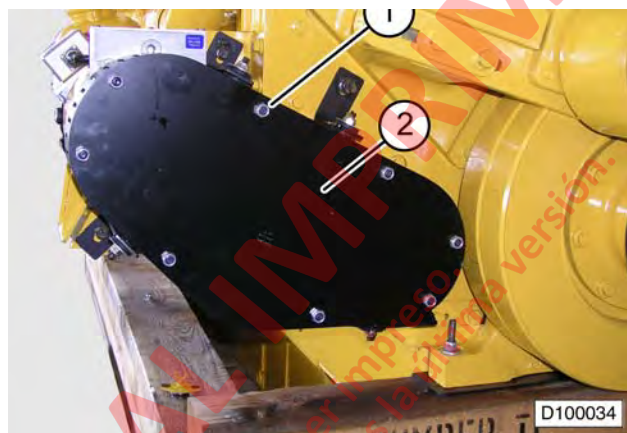

FIGURA 10-21. CONJUNTO DE PROTECCIÓN DE LA CORREA
5. Retire ocho tuercas de seguridad (1, Figura 10-21) de la cubierta delantera del conjunto de protección de la correa.
6. Retire la cubierta (2).
5. Instale la cubierta (2, Figura 10-21) con ocho tuercas de seguridad (1).